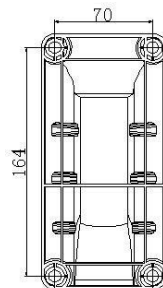

Abb. 2
3. Verwenden Sie den Montagebeschlag als Vorlage zum Anzeichnen der Löcher für die Schrauben und bohren Sie vier Löcher in die Mauer/Wand (Abb. 2).